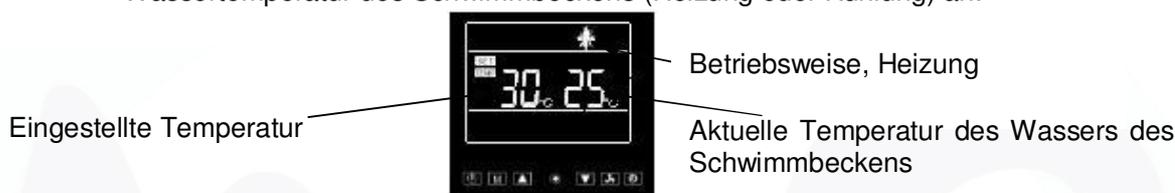
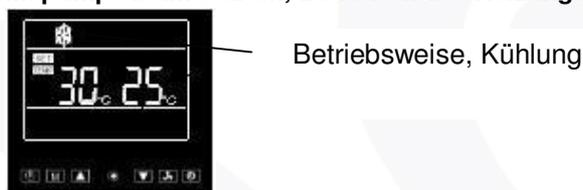

Abbildung 13: Display der Wärmepumpe beim Starten, Betriebsweise Heizung.
Abbildung 14: Display der Wärmepumpe beim Starten, Betriebsweise Kühlung.
Drücken Sie zum Starten der Wärmepumpe die Taste **ON**; die Wärmepumpe startet innerhalb von drei Minuten. Das Display zeigt sofort die zuletzt gewählte Betriebsweise (Heizung oder Kühlung¹⁹), siehe Abbildung 13. Abbildung 14 und Abschnitt 5.2.13.8, die letzte eingestellte Temperatur und die aktuelle Wassertemperatur des Schwimmbeckens (Heizung oder Kühlung) an.
- Heizung, das Display zeigt das Symbol  an, siehe Abbildung 13.
- Kühlung, das Display zeigt das Symbol  an, siehe Abbildung 14.
Es ist möglich, die von den einzelnen Fühlern erfassten Temperaturen durch Drücken der Taste (beim Modell BP-xxWS-B (xx=35, 50) die Taste drücken) für drei Sekunden anzuzeigen, wenn die Pumpe gestartet ist, siehe Abschnitt 5.2.4. Drücken Sie zum Anzeigen der von den verschiedenen Fühlern erfassten Temperaturen (drücken Sie beim Modell BP-xxWS-B (xx=35, 50) die Taste). Die von dem Fühler erfasste Temperatur wird für 10 Sekunden angezeigt; falls keine Taste gedrückt wird oder falls die Taste gedrückt wird, kehrt das Display zur Anzeige der üblichen Informationen zurück, siehe Abbildung 13 und Abbildung 14.